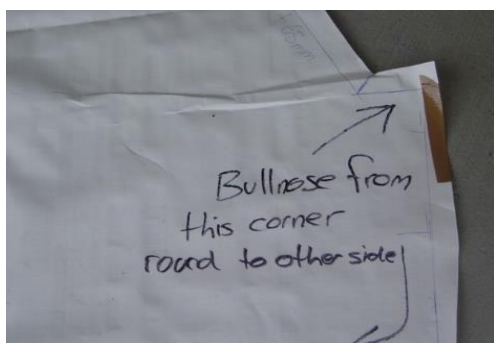

FIGURE 5
10. Marquez les emplacements où les bords doivent être arrondis (Fig. 5 « bullnose »). Les bords peuvent être finis droits ou arrondis.